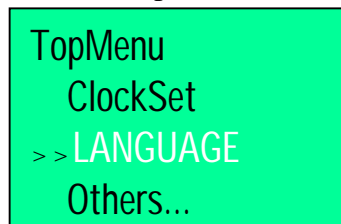

Abb. 2.20
- Die Option **SPRACHE** mit Hilfe des Prompt auswählen (Abb. 2.20).